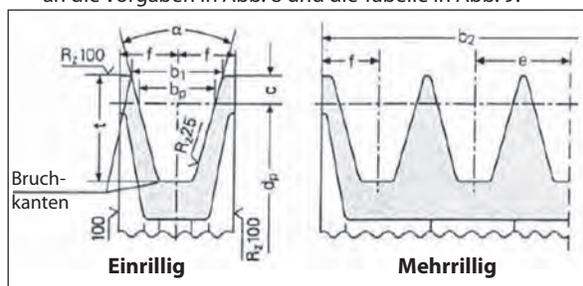

Abb. 8
- Verwenden Sie Riemenscheiben für Keilriemen mit den vom Riemenhersteller vorgeschriebenen / empfohlenen Rillenmaßen. In Ermangelung dieser Werte halten Sie sich an die Vorgaben in Abb. 8 und die Tabelle in Abb. 9.